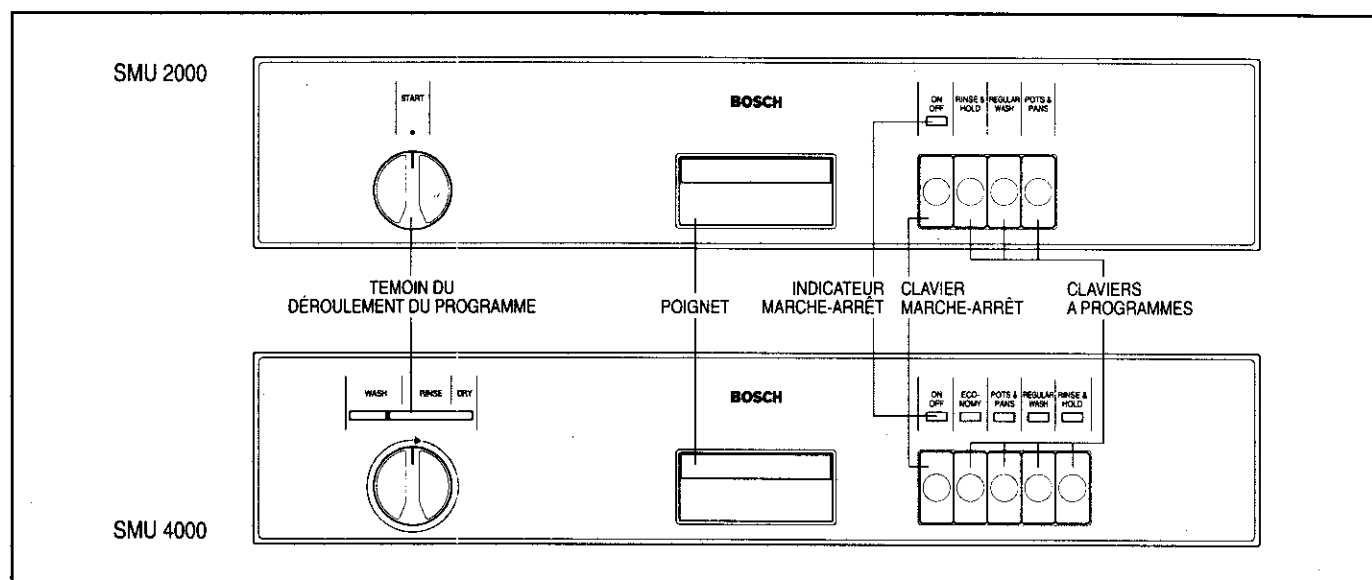

Figure 1
5. Choisissez un programme et mettez-le en marche. Consultez la figure 1.